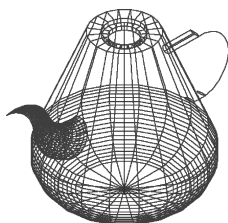

图 11-57 世界坐标系下的视图
(10) 在命令行输入“UCS”命令, 设置用户坐标系, 返回世界坐标系, 然后再次执行“UCS”命令将坐标系绕 X 轴旋转 -90° , 如图 11-57 所示。
(11) 选择菜单栏中的“修改”→“三维操作”→“三维旋转”命令, 命令行提示与操作如下:
结果如图 11-57 所示。